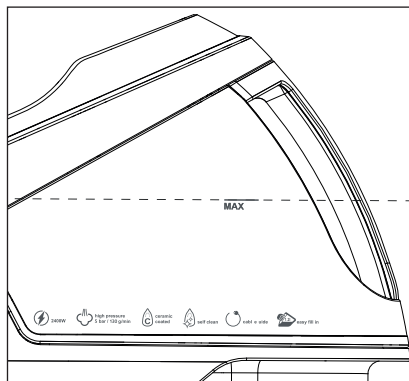

Fig. 3
- 3) Encha o depósito de água **7** no máximo até à marcação **MAX** (ver fig. 3). Se necessário, volte a retirar a água em excesso através do orifício de enchimento. A quantidade máxima de enchimento do depósito de água **7** é de aprox. 1,2 l.